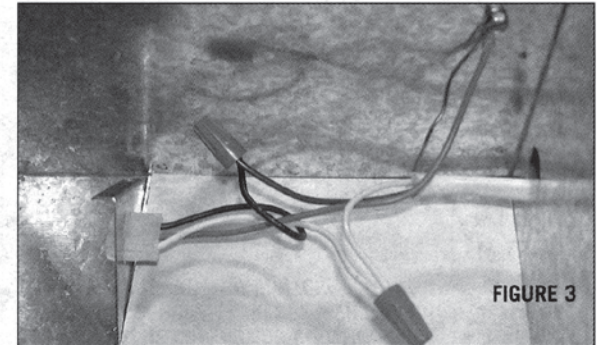

FIGURE 3
6. Connect the supply wiring to the fan wiring using approved wire nuts: black to black and white to white. Connect ground wire to green grounding screw on side of housing. (Fig.3).
6. Conecte el alambrado de suministro al alambrado del ventilador usando tuercas colectoras aprobadas: negro a negro y blanco a blanco. Conecte el alambre a tierra con el tornillo verde para conexión a tierra en el costado del bastidor. (Fig. 3).
6. Brancher le câblage d'alimentation au câblage du ventilateur en se servant pour cela de capuchons approuvés : le noir au noir et le blanc au blanc. Brancher le fil de terre au poteau de mise à terre vert sur la paroi de l'enveloppe. (Fig.3)